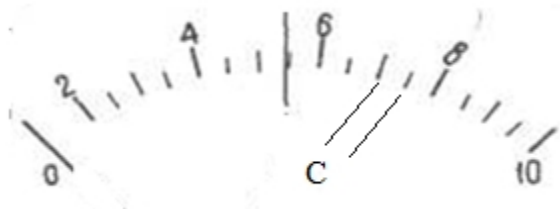

Рис.3
4. Шкалы измерительных приборов, а- прямолинейная; б- дуговая; в- круговая. Любая шкала имеет *рабочий участок*, в пределах которого погрешность прибора не выходит за указанный класс точности (рис.3 2-10)
Шаг шкалы – интервал между оцифрованными делениями (Рис.3 (2)).
$$C = (8 - 6) / 4 = 0,5 \text{ (Рис.3)}$$